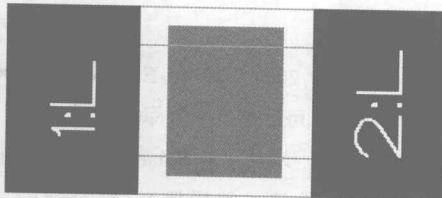

图 1-2-3 跳线单元中的丝印层及装配层数据
- ◆ 跳线单元: 可以在跳线单元中添加丝印层 (Silkscreen) 数据和装配层 (Assembly) 数据, 如图 1-2-3 所示